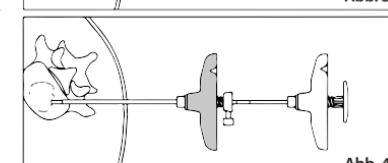

Abb. 4
- ABB. 4** Griff (B) herausziehen und Ausstoßer (C) einsetzen. Ausstoßer (C) unter leichtem Druck eindrücken und dabei den Zementfluss unter Bildgebung überwachen, bis der Ausstoßer Kontakt mit dem Luer-Ende des Füllinstruments (A) hat, um das vollständige im Füllinstrument (A) enthaltene Zementvolumen einzubringen (siehe Tabelle 1).